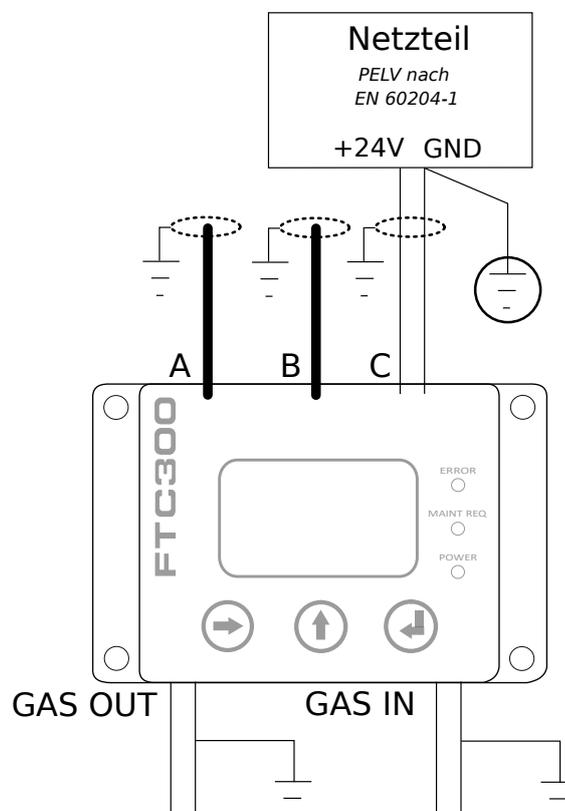

Abbildung 3.4: Erdung des FTC300
Für die elektrische Installation von Maschinen ist nach EN 60204-1 festgelegt, dass der versorgende PELV-Stromkreis an einem Punkt mit der Schutz Erde (PE) zu verbinden ist. Wie in Abbildung 3.4 dargestellt, darf nur der Masseleiter mit PE verbunden sein. Die Kabelschirmungen der Kabel A, B, C sind auf der Funktionserde zu verbinden. Je nach örtlicher Gegebenheit sind auch die Gasanschlüsse zu erden. Es empfiehlt sich, die Anschlüsse mit niederohmigen, also kurzen Leitungen mit großem Durchmesser, zu verbinden. Der Erdkontakt sollte möglichst an einem Sternpunkt erfolgen.